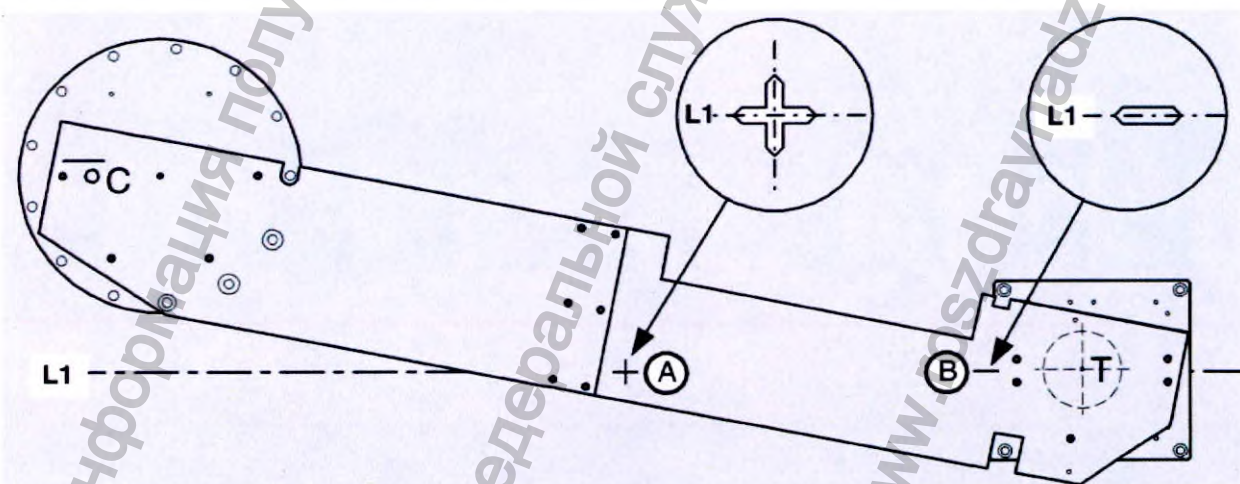

Рис. 5: Выравнивание монтажных пластин
Для выравнивания монтажных пластин в установочном калибре предусмотрены поперечный паз (Рис. 5 (A)) и продольный паз (Рис. 5 (B)). Выровняйте две монтажные пластины относительно отметок на полу: Отметка A на полу должна быть в центре поперечного паза. Вспомогательная линия L1 должна быть симметрична продольному пазу.